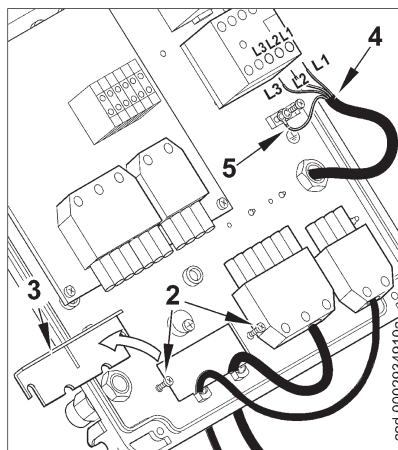

Рисунок 2
- 2) Ослабьте винты (2). После того, как Вы сняли кабельный зажим (3), пропустите через отверстие 7-штырьковый и 4-штырьковый разъёмы (см. рис. 2). Соедините питающие кабели (4) к дистанционному выключателю, закрепите заземляющий кабель (5) и затяните соответствующий хомут.
- 3) Поместите кабельный зажим, как указано на рисунке 3. Поверните эксцентрик (6) так, чтобы зажим должным образом надавил на два кабеля, после этого затяните винты, фиксирующие зажим. Наконец, соедините два разъёма 7-ми и 4-штырьковый.
- 4) Для закрытия крышки электрического щита, закрутите 4 винта (1), используя момент затягивания, равный приблизительно 5 Нм, для